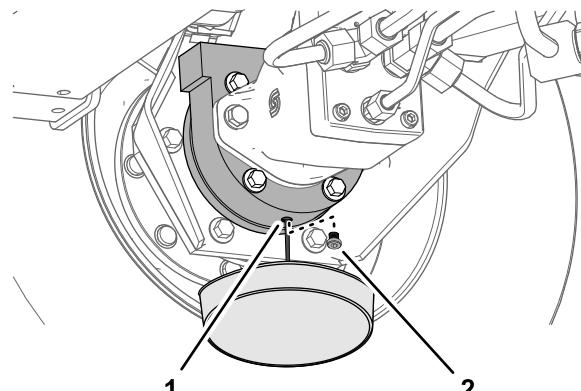

Bild 129
6. Stellen Sie eine Auffangwanne unter das Bremsgehäuse, entfernen Sie die Ablassschraube und lassen das Öl ganz ablaufen (Bild 129).